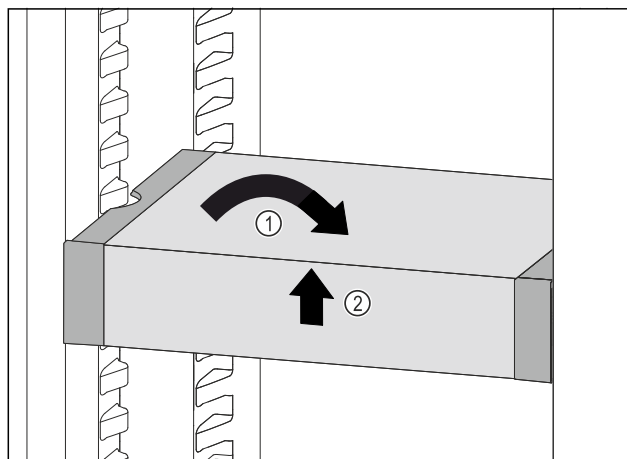

Fig. 97
- Poziționați drept VarioSafe. Fig. 97 (1)
- Ridicați în față VarioSafe. Fig. 97 (2)